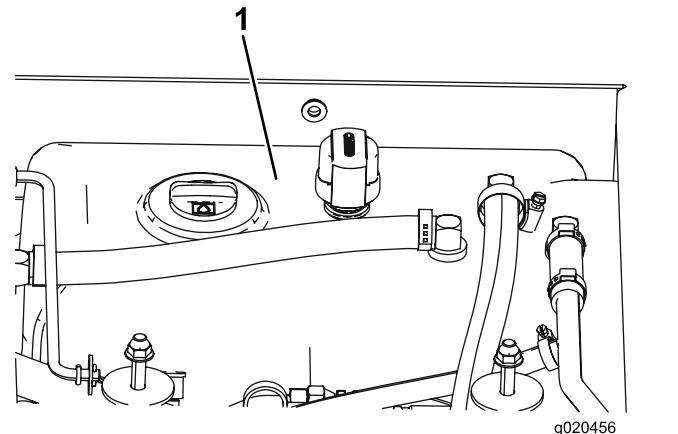

Bild 99
3. Füllen Sie den Behälter (Bild 99) mit Hydrauliköl; siehe „Prüfen des Hydrauliköls“.